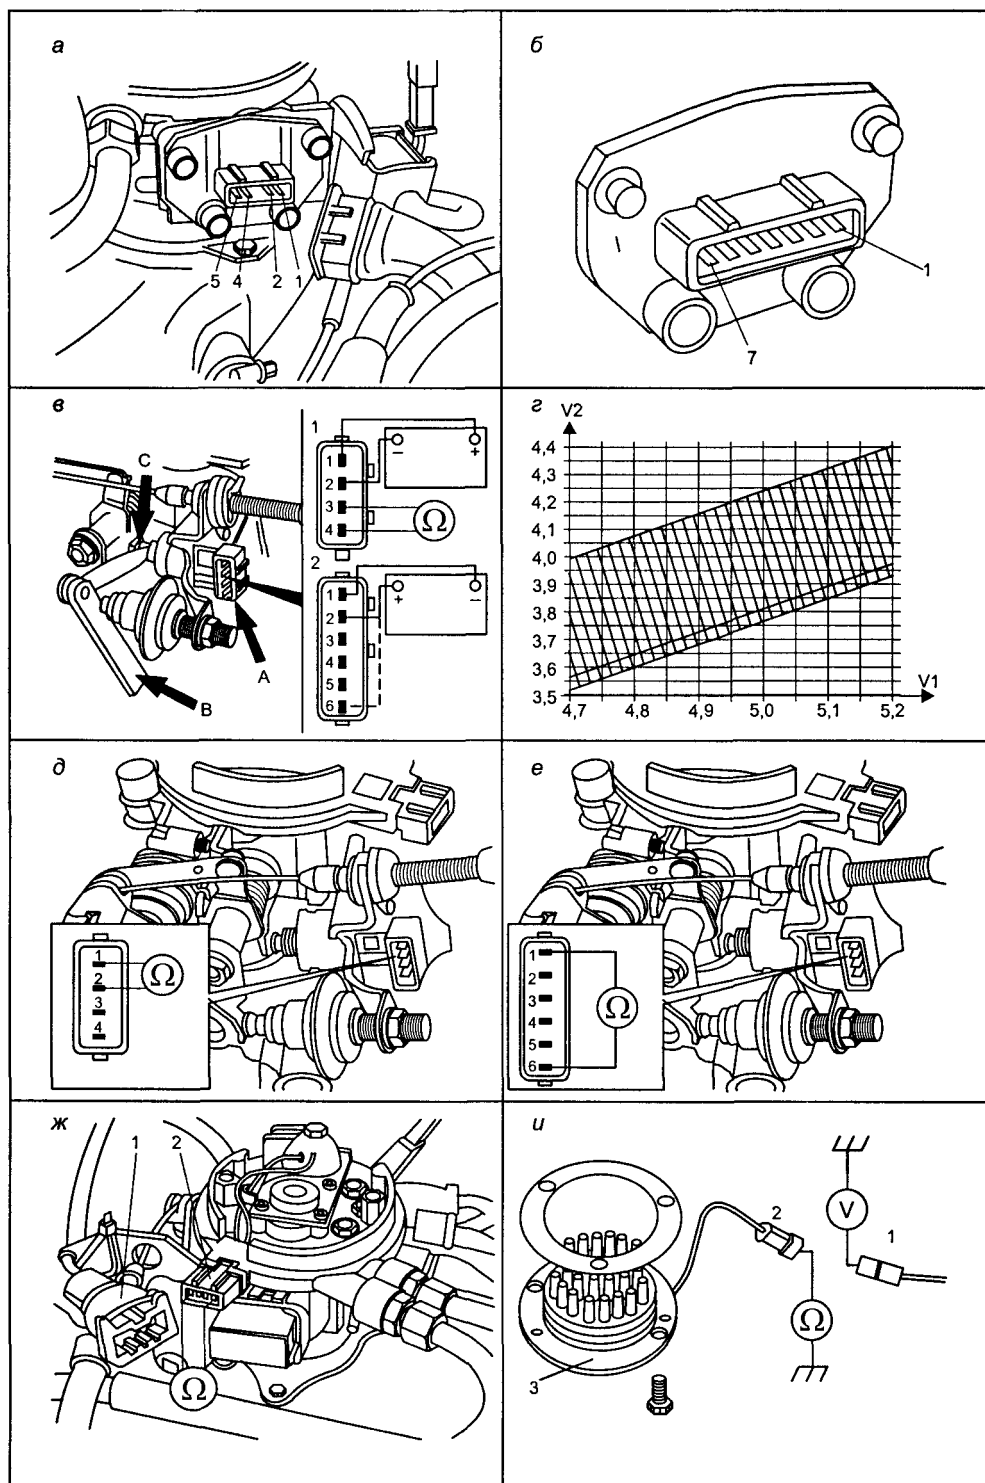

Рис. 2.2.8. Проверка компонентов системы впуска воздуха
Отсоединить разъем от датчика TP положения дроссельной заслонки и проверить сопротивление между соответствующими контактами в разъеме датчика при различных положениях дроссельной заслонки (см. рис. 2.2.8а, 2.2.8б и табл. 2.2.3). При перемещении дроссельной заслонки величина сопротивления должна изменяться плавно, без провалов.
- отсоединить разъем актюатора ISC и, используя внешний источник постоянного напряжения U J 6 В (применение источника U > 6 В может вывести из строя актюатор ISC), собрать диагностическую схему (см. рис. 2.2.8в);
- собрать диагностическую схему в соответствии с рис. 2.2.8в и подать 6 В от внешнего источника к контактам 1—2 (для AT) или 1—6 (для MT) в указанной на рисунке полярности;
- не отключая разъем датчика TP подключиться к его контактам 1—5 (для MT) или 1—7 (для AT), для контроля V1 (рис. 2.2.8г);
- подключиться к контактам 1—2 датчика TP, для контроля V2 (рис. 2.2.8г);
- включить зажигание и, перемещая дроссель, проверить характеристику датчика ТР, в соответствии с графиком (рис. 2.2.8г);
Для автомобилей комплектации МТ и АТ 1/92—6/92 года выпуска и АТ 7/92—94 годов выпуска: отсоединить разъем актюатора ISC и измерить сопротивление между контактами 1 и 2 — его величина должна быть в пределах 3—200 Ом (см. рис. 2.2.8д).
Для автомобилей комплектации МТ 7/92—94 годов выпуска: отсоединить разъем актюатора ISC и измерить сопротивление между контактами 1 и 6 — его величина должна быть в пределах 3—200 Ом (см. рис. 2.2.8е).
Проверить изменение сопротивления датчика IAT между контактами 1—4 разъема форсунки (см. рис. 2.2.8, ж и табл. 2.2.4), в зависимости от температуры входного воздуха. Изменение температуры воздуха можно смоделировать, например, с помощью электрического фена.
- отключить разъем 2 нагревателя 3 впускного коллектора от жгута 1 электропроводки (см. рис. 2.2.8и) и измерить сопротивление термоэлемента, его величина должна быть в пределах 0,25—0,50 Ом;